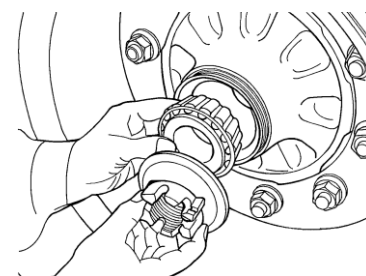

図2
- ・インナ側よりスラストワッシャとアウターレースを一緒に叩き出す。(スラストワッシャは新品と交換する。) 図2